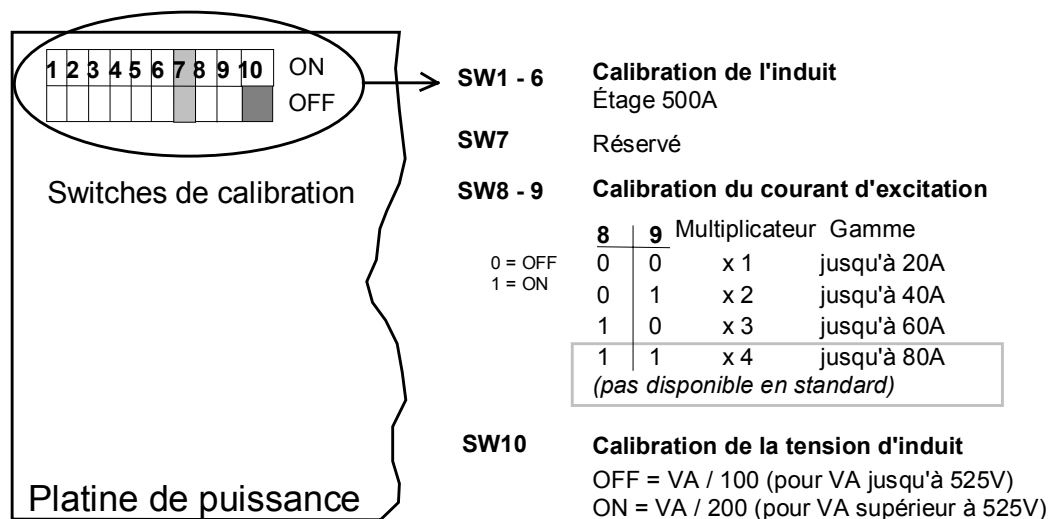

Figure 4-5 Switches de calibration
2. **Divisez** le courant à régler par la valeur du multiplicateur associé de manière à obtenir le "courant d'excitation calculé". Voyez Figure 4-5 pour les valeurs de gamme et de multiplicateur associé.